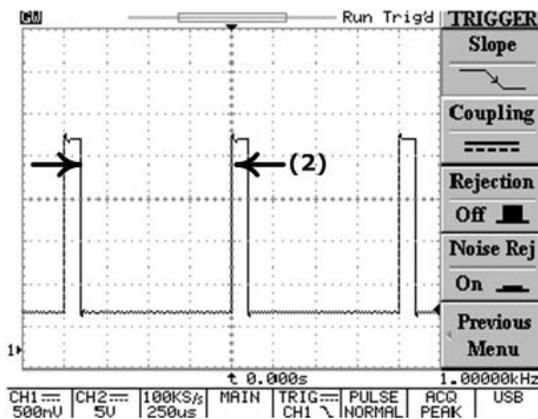

图 5-17: 负向脉冲触发
- (2) 选择负向触发时，若符合比较条件，触发脉冲由低转换到高的位置。如图 5-17 所示。